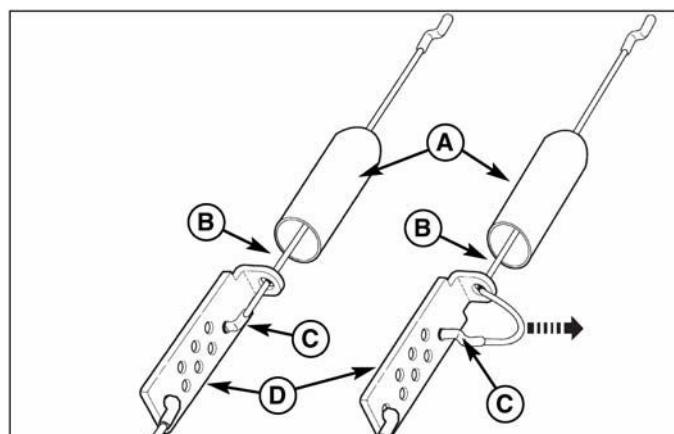

Рис. 21. Регулировка троса сцепления
2. Чтобы отрегулировать натяжение троса, отодвиньте кожух (A, рис. 21) от кронштейна (D).
3. Снимите Z-образный наконечник троса (C) с кронштейна (D) и вставьте его в другое отверстие. Трос не должен провисать, а также он не должен быть слишком сильно натянутым.
4. Наденьте кожух (A) на кронштейн (D).